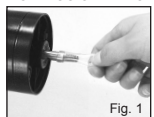

Fig. 1
1. Staccare il tubo dall'albero. (Vedere Fig. 1).